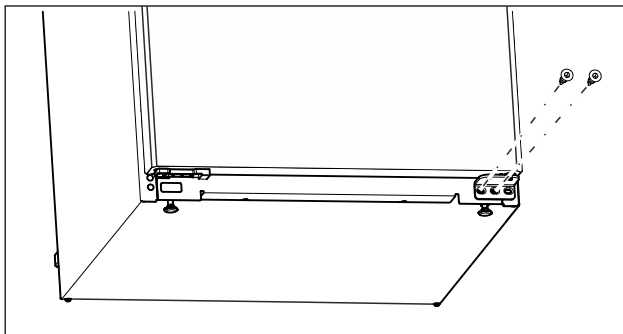

Fig. 6
- ▶ Na dolnej ložiskovej konzole vyskrutkujte strednú skrutku skrutkovačom Torx 20. (pozri Fig. 6)
- ▶ Na dolnej ložiskovej konzole vyskrutkujte vnútornú skrutku skrutkovačom Torx 20. (pozri Fig. 6)